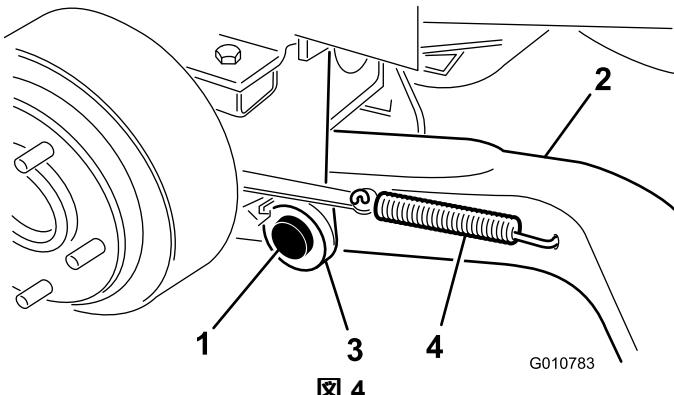

図 4
- ピボットブラケットに、昇降アームを取り付けるボルトジョイント側の端部を外側に向けるピボットピンとコッターピン 5/32 x 1-3/4 インチを使用する図4。
- ブレーキリターンスプリングを昇降アームの穴に通す図4。